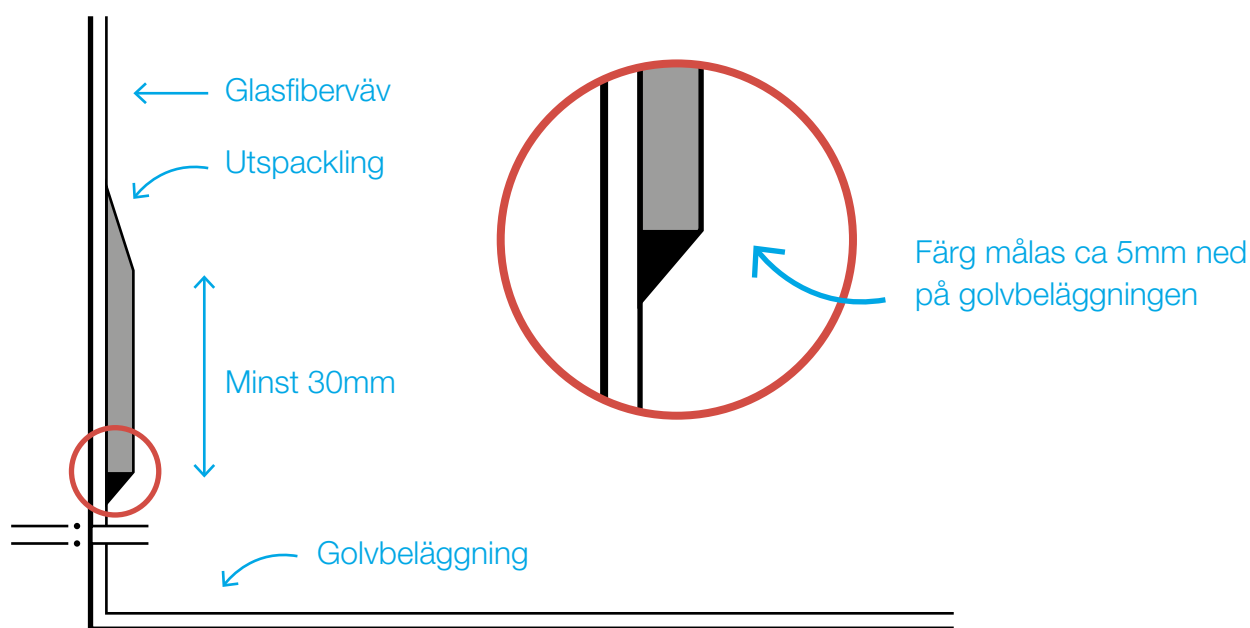

Bild 1. Instruktion för anslutning till uppvikt plastmatta på golv.
- ▶ Anslutning till uppvikt plastmatta på golv. Kontrollera att den uppvikta plastmattan har god vidhäftning till väggen. Språnget mellan plastmattan och väggen skall spacklas och slipas av. Eventuellt spackel på plastmattan avlägsnas. För system innehållande armerande material (glasfiberväv o dyl) dras materialet ned minst 30mm över kanten på plastmattan. Färgen strykes så att den når ca 5mm nedanför det armerande materialets kant. Se bild 1.
- ▶ Anslutning till våtväggsbeklädnad. Anslutning mellan våtväggsbeklädnad och målad våtskikt ska utföras på samma sätt som vid anslutning med uppvikt plastmatta, enligt Bild 1, men om-lott i sidled.